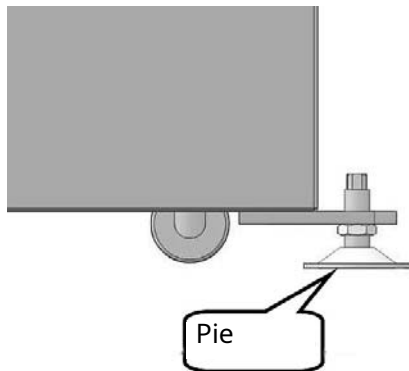

Fig.10: Ajuste de los pies de la máquina
Paso 7: Ajuste la base de la máquina (Fig.10) al nivel deseado. altura.